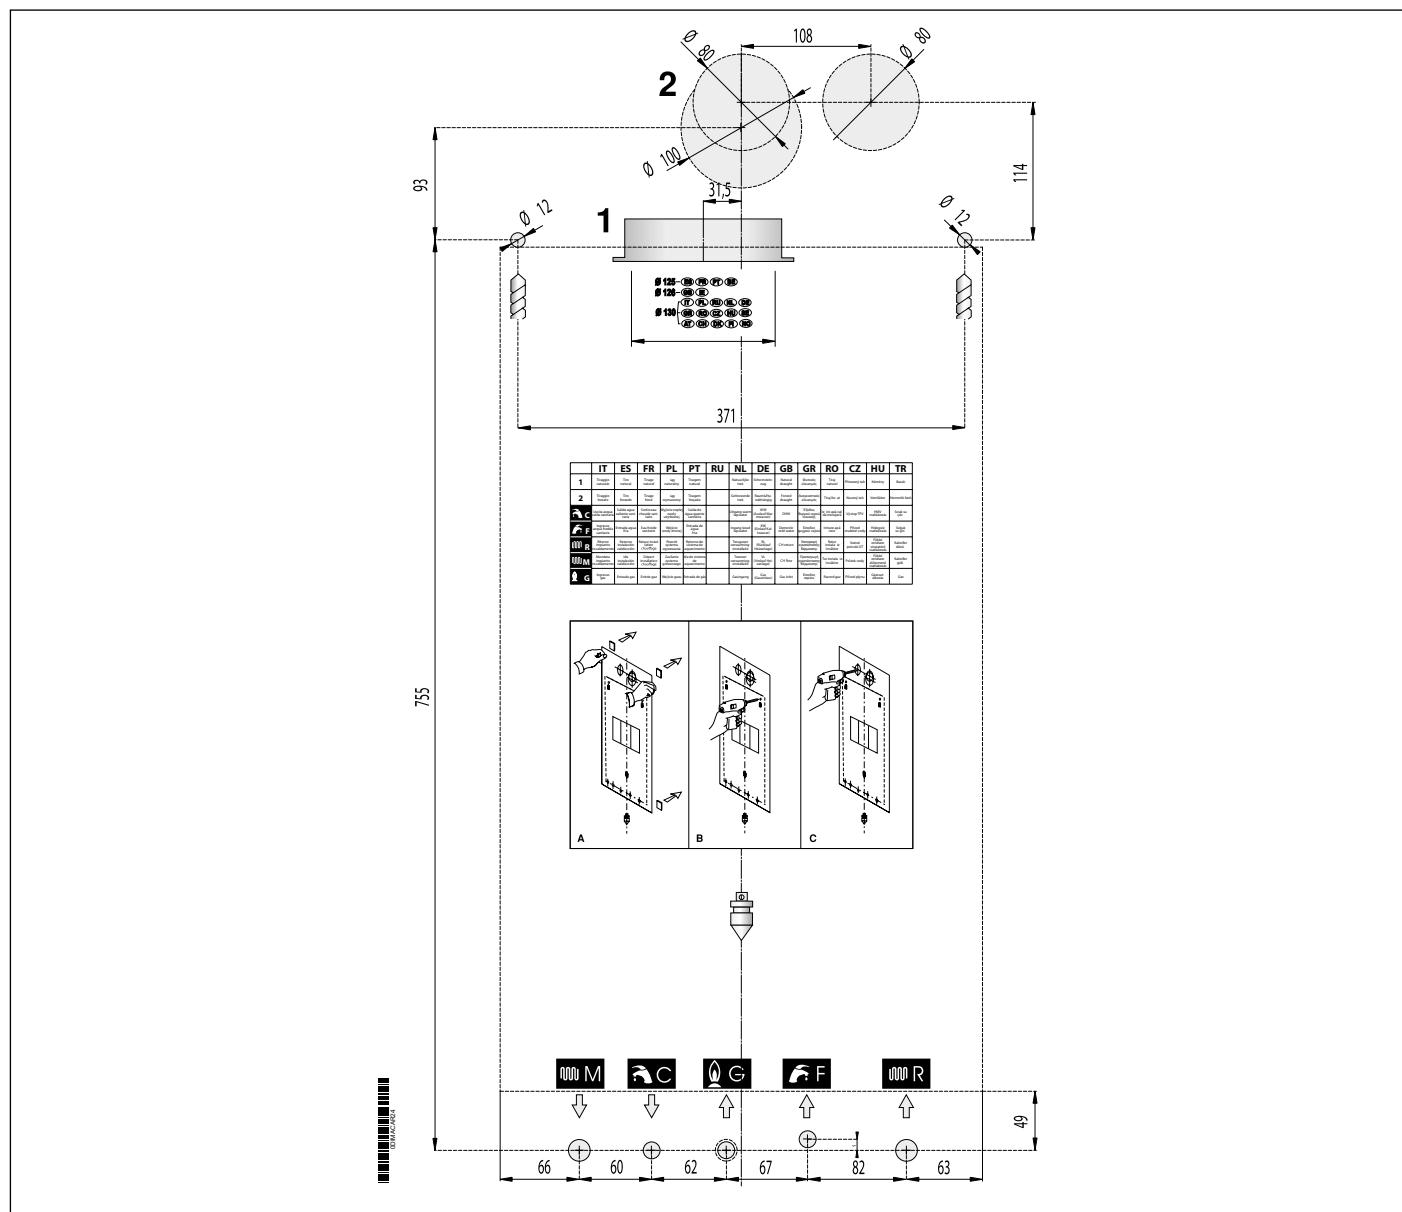

Рис. 11 Шаблон из бумаги
- монтажный шаблон (смотри Рис. 11 Шаблон из картона);
Каждый котел снабжен специальным шаблоном из бумаги (смотри Рис. 11 Шаблон из бумаги).